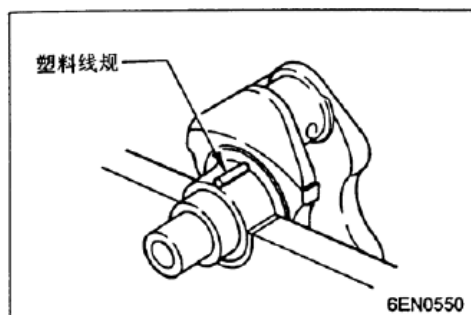

图 5-7
(1) 擦去曲轴颈和轴承内表面上所有的机油。
(2) 安装轴承。
(3) 把塑料线规的长度切成与轴承宽度相匹配。然后沿轴颈的轴线方向将它放在轴颈上（见图 5-7）